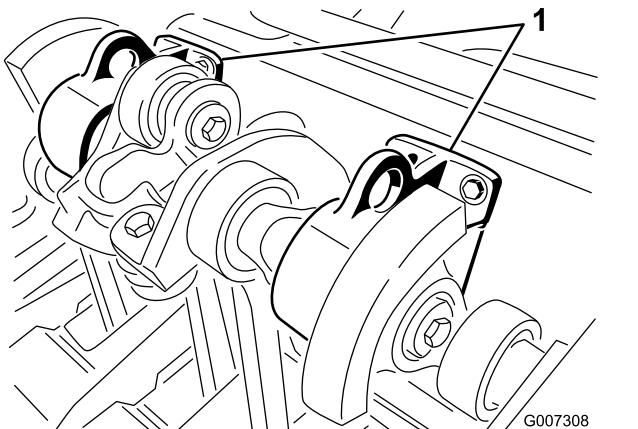

图27
**注意** 如果可行可用起重机提起 ProCore 打孔机的后部。用打孔头轴承壳体上的孔眼作为起重机连接点 图27